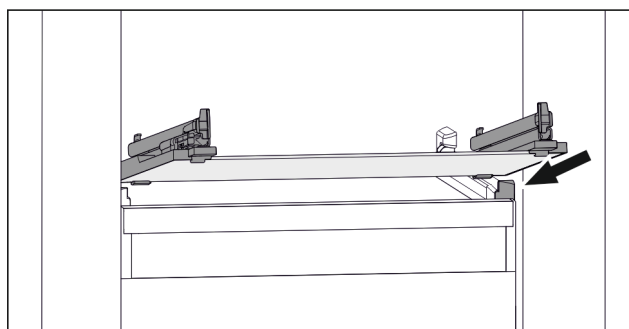

Fig. 138 Reprezentare exemplificativă a plăcii de sticlă
- ▶ Așezați placa de sticlă oblic în spatele opritorelor. (vezi Fig. 138)